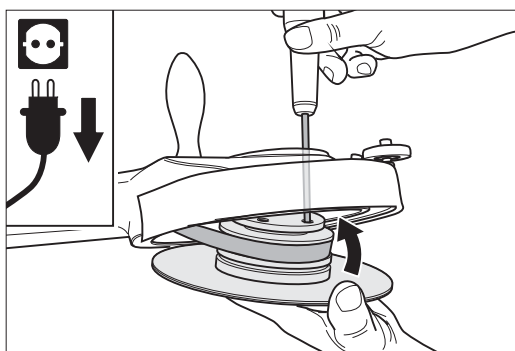

Abb. 74: Zur einfacheren Montage einen Schraubenzieher durch eine Bohrung im Vorsatz von oben in eine Bohrung in der Schleiftellerlagerung stecken.
- 18 Um sicher zu stellen, dass die Lochbilder von Vorsatz und Schleiftelleraufnahme übereinstimmen, stecken Sie durch eine Bohrung im Vorsatz von oben einen Schraubenzieher bis in eine Bohrung in der Schleiftelleraufnahme (Abb. 74).